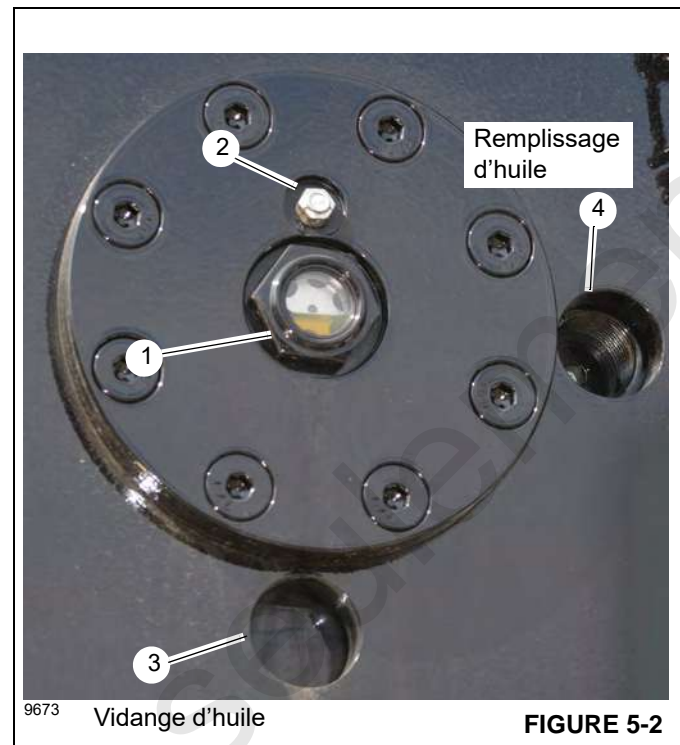
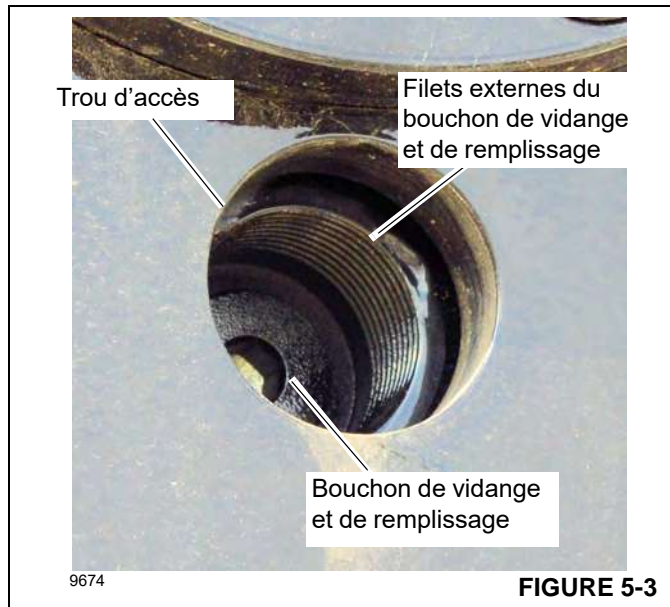

FIGURE 5-2
FIGURE 5-3
Contrôler le niveau d'huile au voyant (1, Figure 5-2) du treuil. L'huile doit se trouver à peu près à la moitié du voyant. La boîte d'engrenages et le frein de treuil contiennent au maximum 5,44 l (11,5 pintes) d'huile.
Le bouchon de vidange et de remplissage d'huile de treuil se trouve sur le tambour. Il est accessible depuis deux trous d'accès. Le trou d'accès inférieur (position 6 heures) (3, Figure 5-2) est utilisé pour vidanger l'huile. Le trou d'accès latéral (position 3 heures) (4) est utilisé pour remplir le treuil d'huile.
1. Retirer le bouchon à évent (2, Figure 5-2). Le nettoyer avec du solvant selon le besoin. Le mettre de côté pour une utilisation ultérieure.
2. Tourner le tambour de treuil de manière à ce que le bouchon de vidange et de remplissage (Figure 5-3) soit aligné avec le trou d'accès de vidange d'huile à la position 6 heures (3, Figure 5-2).
3. Installer un tuyau court de 25 mm (1 po) dans les filets internes autour du bouchon de vidange et de remplissage (Figure 5-3).
8. Enduire les filets du bouchon à évent (2, Figure 5-2) avec de l'huile et installer le bouchon à évent.
1. Tourner le tambour de treuil de manière à aligner le bouchon avec le trou d'accès de remplissage d'huile à la position 3 heures (4, Figure 5-2).
2. À l'aide d'une clé hexagonale de 8 mm (5/16 po), retirer le bouchon de vidange et de remplissage (Figure 5-3).
4. Inspecter visuellement le niveau d'huile au voyant (1, Figure 5-2). Une fois le remplissage terminé, le niveau d'huile doit se trouver à peu près à la moitié du voyant.
5. À l'aide d'une clé hexagonale de 8 mm (5/16 po), installer et serrer le bouchon de vidange et de remplissage (4, Figure 5-3). Serrer le bouchon de vidange et de remplissage à 67,8 Nm (50 lb-pi).